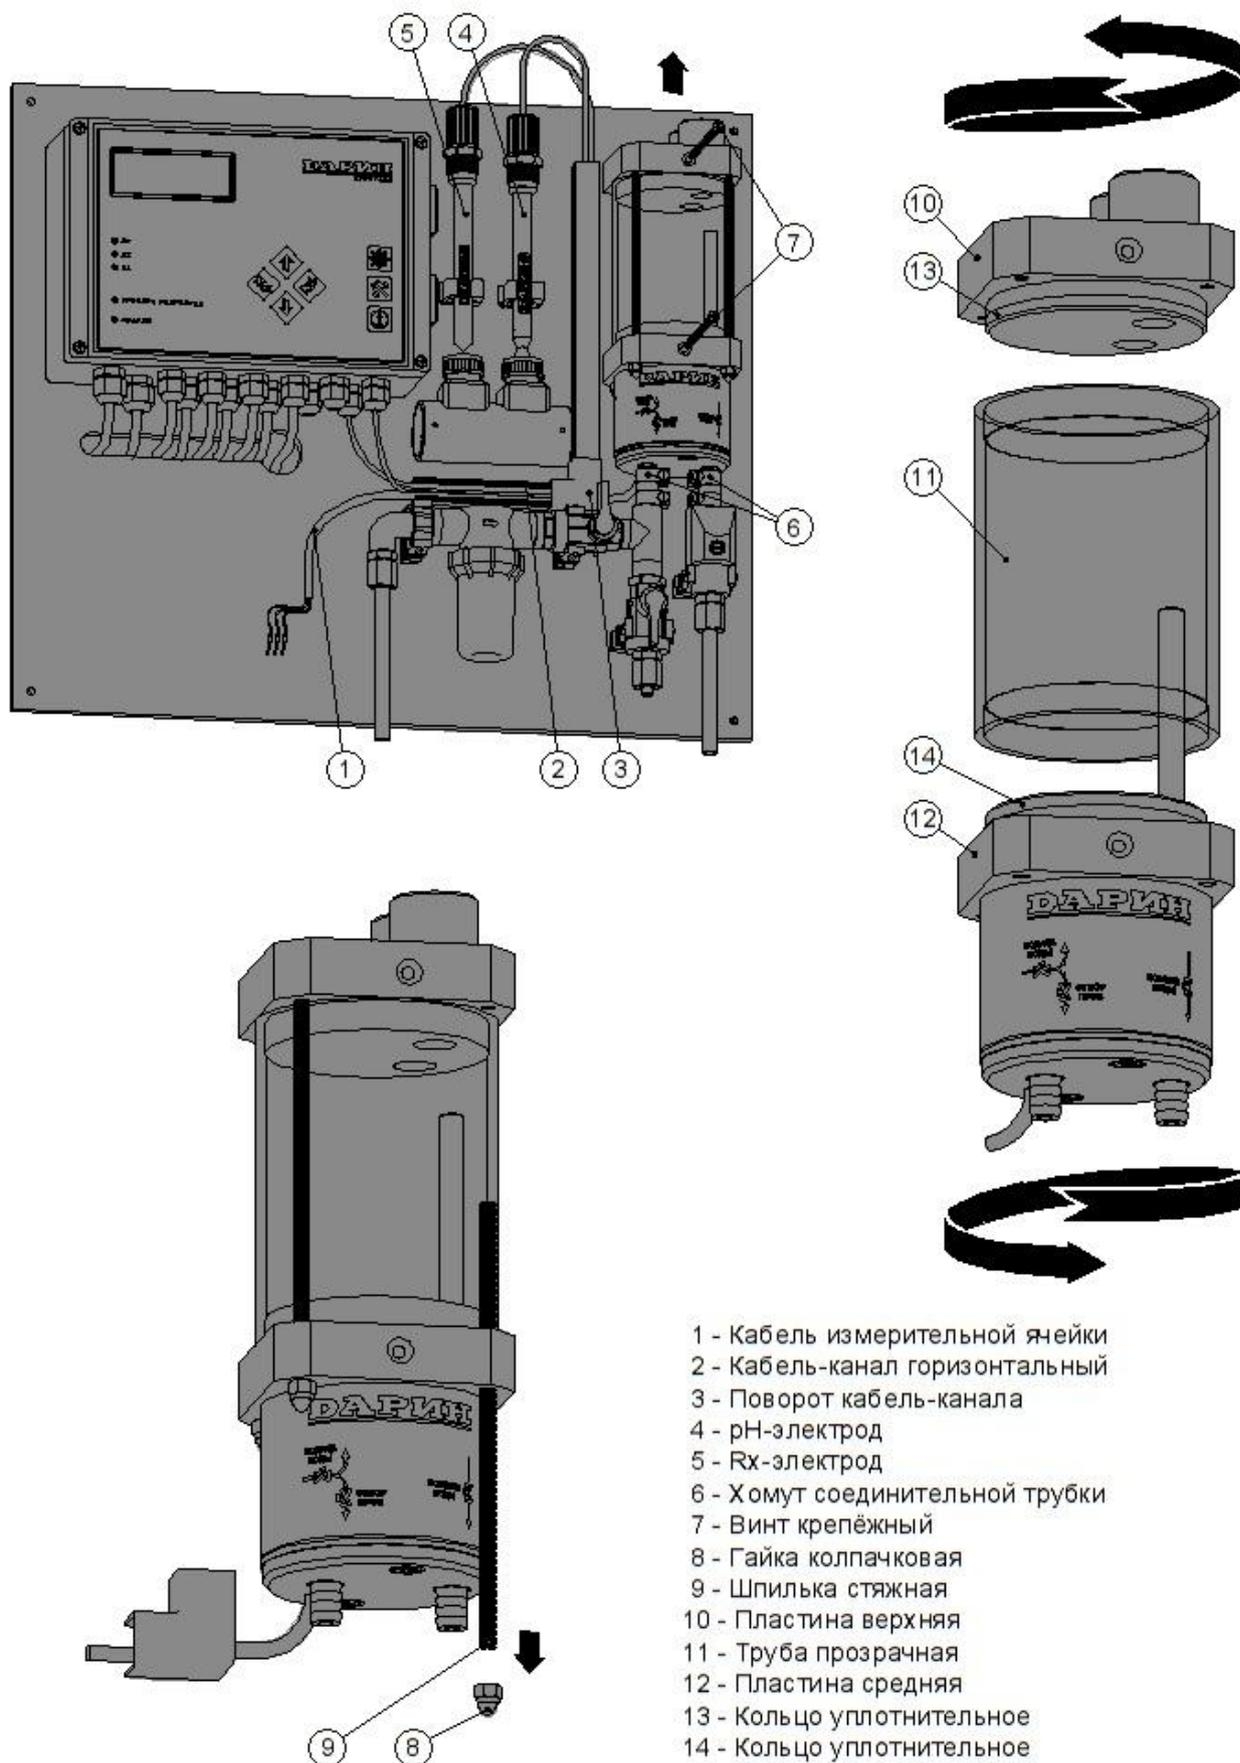

Рис.6.2-2 Очистка стенок проточной камеры измерительной ячейки Rx, pH
- открыть крышку контроллера Кристалл, отсоединить провода от клемм «Измерительная ячейка» (см. рис.4.3-3), ослабить гайку гермоввода и вытащить кабель измерительной ячейки наружу (см. рис.6.2-2, поз.1);
- снять крышку с горизонтального кабель-канала (см. рис. 6.2-2, поз.2) и отсоединить от кабель-каналов поворот (см. рис.6.2-2, поз.3) вместе с кабелем измерительной ячейки (см. рис.6.2-2, поз.1);
- выкрутить из ячейки pH-электрод и Rx-электрод; эти электроды поместить в держатели электродов (см. рис.6.2-2, поз. 4 и 5);
- ослабить хомуты соединительных трубок на входном и выходном патрубках измерительной ячейки (см. рис.6.2-2, поз. 6);
- выкрутить крепёжные винты измерительной ячейки (см. рис.6.2-2, поз. 7) – сначала нижний винт, а затем, придерживая ячейку рукой, верхний винт;
- скрутить колпачковые гайки (4 шт.) со стяжных шпилек измерительной ячейки, а затем выкрутить из ячейки и сами шпильки (см. рис.6.2-2, поз. 8 и 9);
- отделить от измерительной ячейки верхнюю пластину, поворачивая и одновременно вытягивая эту пластину из прозрачной трубы (см. рис.6.2-2, поз. 10 и 11);
- отделить от измерительной ячейки прозрачную трубу, поворачивая и одновременно вытягивая из этой трубы среднюю пластину (см. рис.6.2-2, поз. 11 и 12);
- перед сборкой ячейки нанести силиконовую смазку на уплотнительные кольца верхней и средней пластины (см. рис.6.2-2, поз. 13 и 14); рекомендуется использовать смазку для шлангов перистальтических насосов (см. рис.4.2-3, поз. 2);